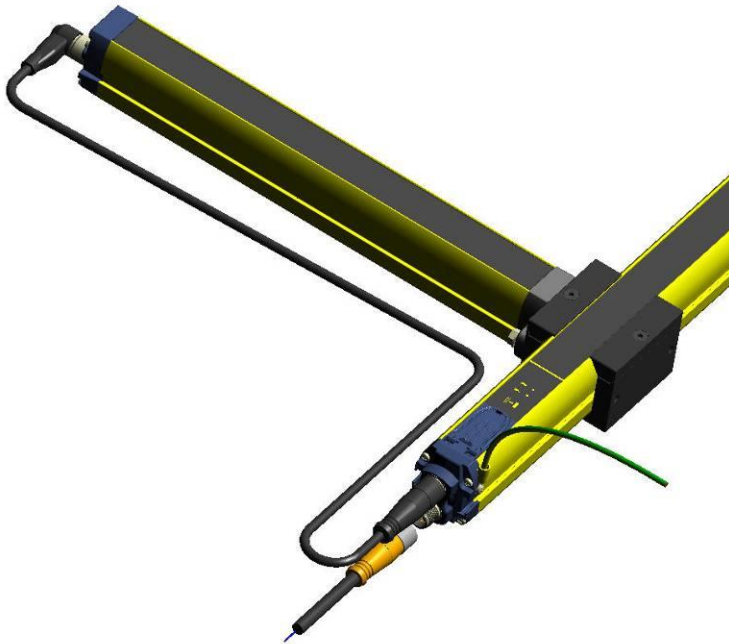

Abb. 12
- Falls gewünscht, kann das Gehäuse der Einrichtung unter Einsatz der mitgelieferten, für den Masseanschluss vorgesehenen Schraube geerdet werden (dazu muss Bezug auf die Konfiguration gemäß Abb. 12 genommen werden).